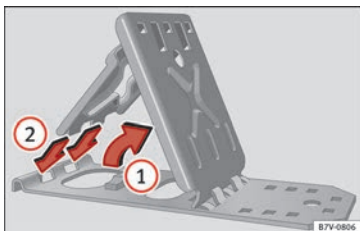

Fig. 101 Desplegar los calzos plegables.
- Levante la placa de apoyo » **fig. 101** ①.
- Introduzca las dos “pestañas” de la placa de fijación en los orificios alargados de la placa soporte ②.